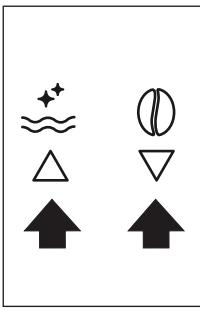
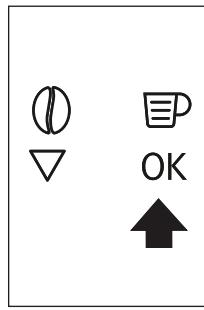

Fig. 9
Fig. 10
- ▶ Para definir o idioma, utilize os ícones Δ ∇ (B7 e B8) para escolher o idioma pretendido (Fig. 9). Quando aparecer a mensagem "PRESS OK TO CHOOSE ENGLISH" (PREMIR OK PARA DEFINIR PARA INGLÊS), prima o ícone **ok** (B 9) (Fig. 10) durante 3 segundos até aparecer "ENGLISH INSTALLED" (INGLÊS INSTALADO). Se definir o idioma errado, siga as instruções na secção „Definir o idioma“. Se o seu idioma não estiver disponível, selecione um dentre os exibidos. As instruções referem-se à versão em inglês. Em seguida, siga as instruções exibidas.